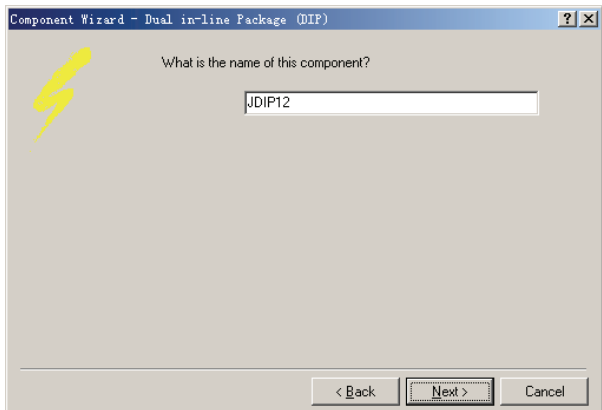

图 5-102 设置元器件封装的名称
9) 单击“Next”按钮，系统将会弹出如图 5-102 所示的设置元器件封装名称的对话框。在该对话框中，可以设置元器件的名称，在此设置为 JDIP12。